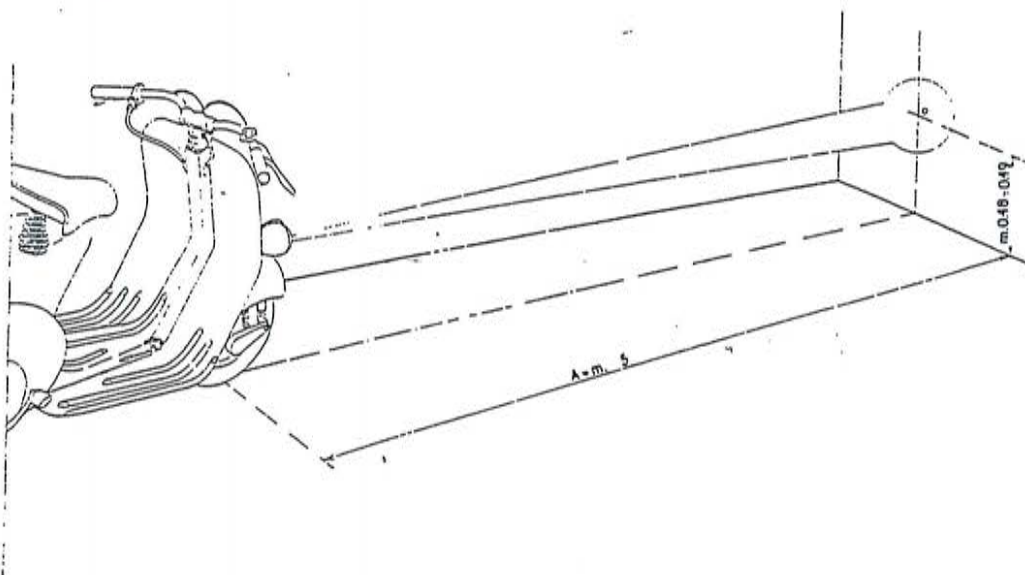

Fig. 104 - Controllo incidenza fascio luminoso
- Piazzare la moto in piano, di fronte ad un muro bianco nella posizione definita in fig. 104.